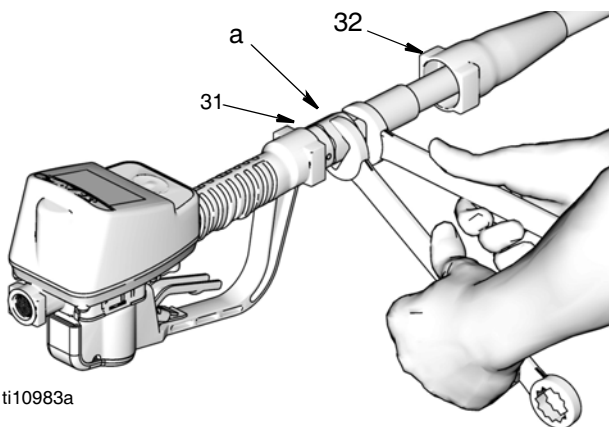

ABB. 3
Installation des Dosiergeräts (ABB. 3)
2. Die Drehmanschette (32) in Richtung des kleineren Endes nach hinten über den Schlauch schieben, um den Drehanschluss (a) freizulegen.
3. Gewindedichtmittel auf das Außengewinde des Schlauchanschlusses auftragen. Schrauben Sie den Schlauchanschluss in das Zählerdrehelement (31). Ziehen Sie alles mit zwei Schraubenschlüsseln fest an (ABB. 3).